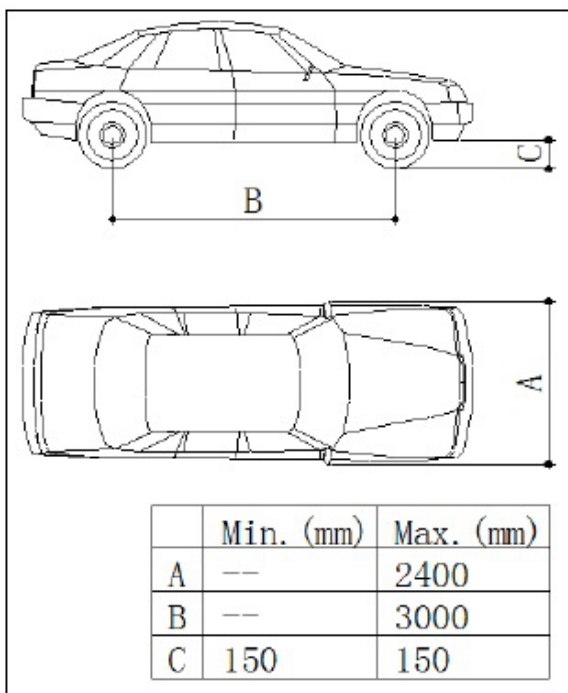

Рис.8
- Соблюдены все условия по габаритным размерам и массе автомобиля (Рис. 8,9).